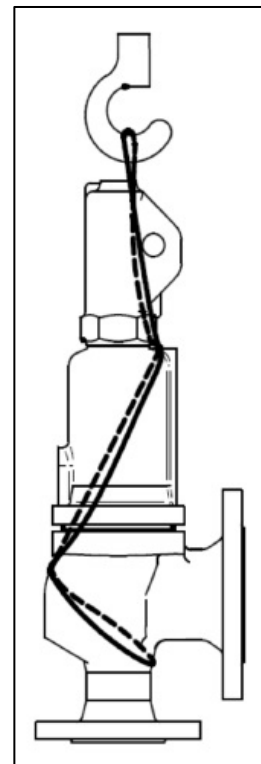

Рисунок 2
**ВНИМАНИЕ.** Для подъема предохранительных клапанов при погрузке / разгрузке и монтаже на установке, следует применять трос безопасности на корпусе и колпаке клапана по Рис.2. Запрещается подъем клапана за рычаг.